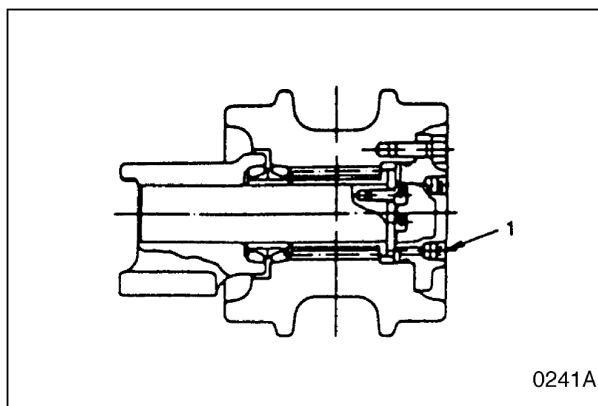

Рис. 41
1. Выньте пробку (1, рис. 41) из крышки и слейте масло.